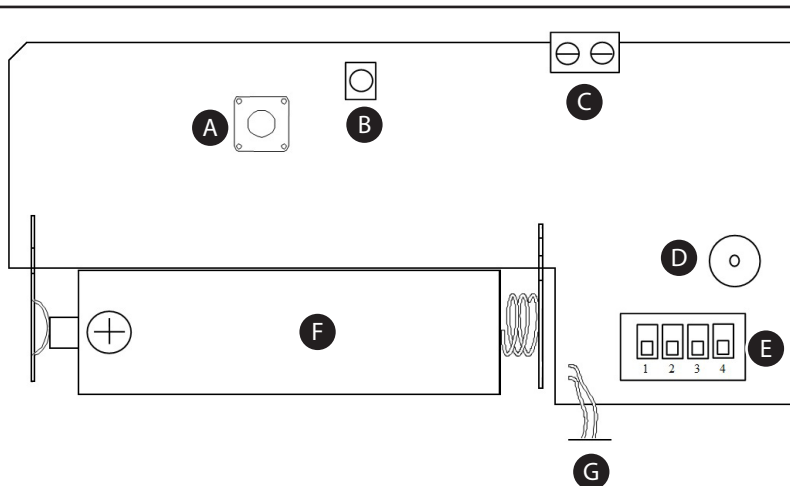

Fig. 2 - Scheda elettronica / Electronic board
La funzione di TEST è utile per verificare il funzionamento e l'installazione del contatto. Tale funzione permette di attivare il LED, il buzzer e il relè per 5 attivazioni consecutive (dopo 5 attivazioni consecutive il contatto torna nella modalità operativa normale, LED e buzzer disattivati e relè attivo). Nella funzione di test il LED (rif. **B**, fig. 2) segnala il riconoscimento di un impulso e il buzzer (rif. **D**, fig. 2) segnala l'attivazione dell'allarme al raggiungimento del numero programmato di impulsi. Per entrare in modalità di test, inserire la pila (rif. **F**, fig. 2). Per accedere alla modalità test nuovamente senza togliere e reinserire la pila eseguire la seguente procedura:
- Premere il pulsante (rif. **A**, fig. 2) entro 45 secondi dall'azione precedente.
The TEST function is useful to verify contact operation and installation. This function allows the LED, buzzer and relay to be activated for 5 consecutive activations (after 5 consecutive activations the contact goes back to the normal operating mode, the LED and buzzer are disabled and the relay is active). In the test function the LED (ref. **B**, fig. 2) indicates the recognition of a pulse and the buzzer (ref. **D**, fig. 2) indicates the activation of the alarm when the programmed number of pulses has been reached. To access the test mode, insert the battery (ref. **F**, fig. 2). To access the test mode again without removing and reinserting the battery, follow the procedure below:
- Press the button (ref. **A**, fig. 2) within 45 seconds from the previous action.
Fare riferimento alla tabella successiva per configurare i DIP 1,2 e 3 (rif E, fig. 2) in modo da variare il numero di impulsi necessario per la segnalazione di allarme.
Refer to the table below to configure the DIP 1,2 and 3 (ref. E, Fig. 2) to change the number of pulses required for the alarm signal.